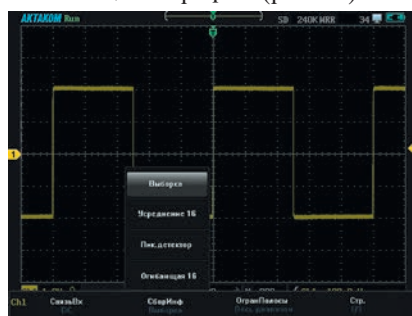

Рис. 13. Режим выборки
- Режим выборки. Обычный режим захвата осциллографом (рис. 13).